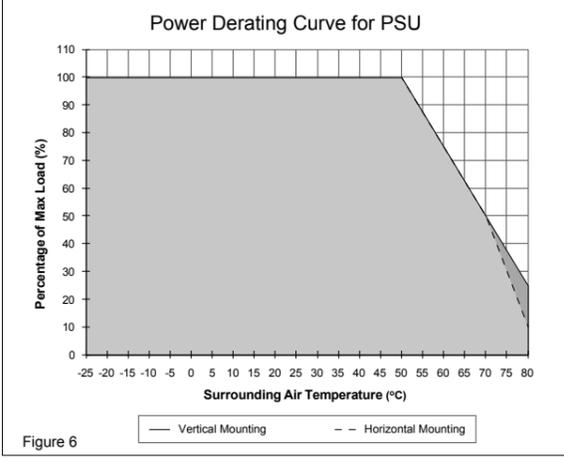

Figure 6
5.4. Temperaturverhalten (Abb. 6)
| Betriebstemperaturbereich (Umgebungstemperatur) | -20°C bis +80°C (Leistungsherabsetzung gemäß Abb. 6) |